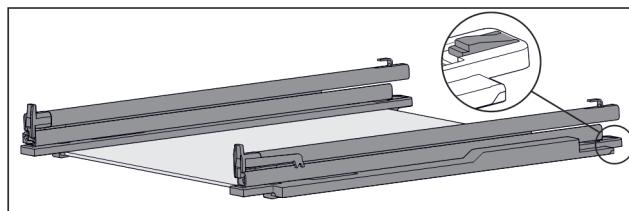

Fig. 151 Skleněná deska s kolejičkami a přídržnými díly
- ▶ Přídržný díl vzadu stlačte dolů (viz Fig. 151) a současně zasuňte kolejničku dozadu.